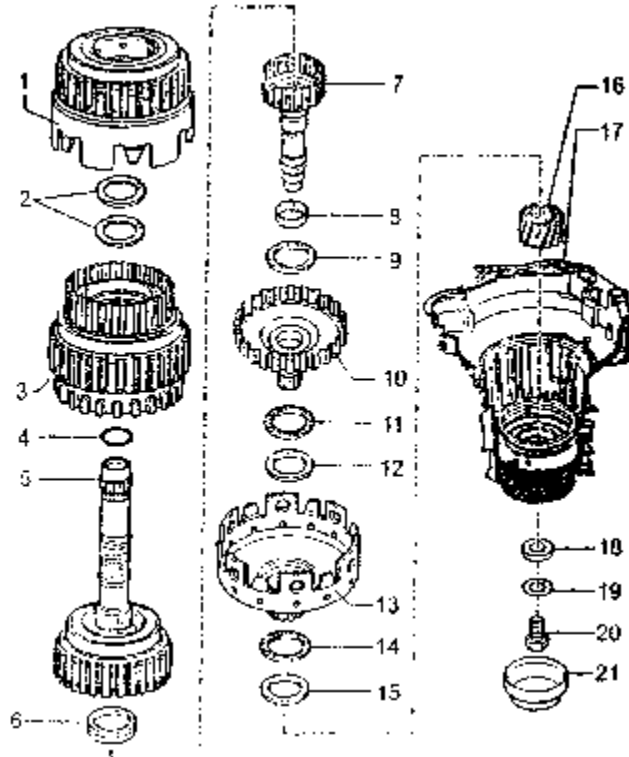

图 7-62 倒档齿轮离合器 K2 至大太阳齿轮之间的零件图
2) 倒档齿轮离合器 K2 至大太阳轮齿轮之间的零件图如图 7-62 所示。